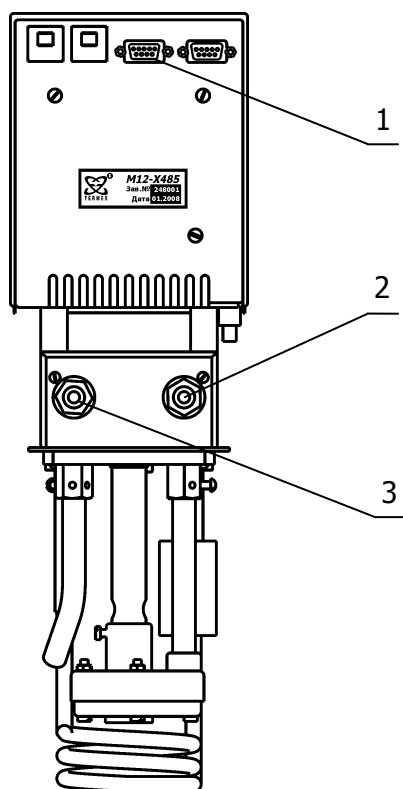
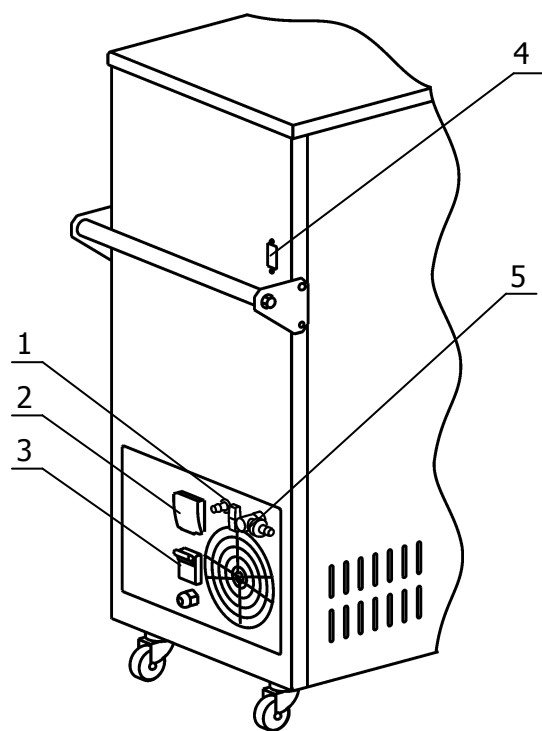

Рисунок 3 — Задняя панель блока регулирования температуры
Рисунок 4 — Боковая панель корпуса термостата
2.2.4 К переливному патрубку 1 (рисунок 4) присоединить сливной шланг. Противоположный конец шланга опустить в емкость объемом не менее 1.5 л. Это необходимо для предотвращения разлива теплоносителя, вытесняемого при нагревании из-за его температурного расширения или при заполнении ванны.
2.2.5 Для работы термостата без внешнего потребителя соединить шлангом-перемычкой из комплекта поставки термостата подающий 2 и возвратный 3 патрубки для подключения внешнего потребителя (рисунок 3). Закрепить перемычку на штуцерах, используя хомуты из комплекта поставки термостата.
2.2.7 Заполнить термостат теплоносителем через отверстие в крышке, учитывая диапазон применения (1.2.6). Жидкость следует наливать (доливать) в ванну термостата до момента начала ее слива из переливного патрубка 1 (рисунок 4).
2.2.9 Вставить вилку шнура питания блока регулирования температуры в розетку 2 (рисунок 4). Соединить кабелем из комплекта поставки блок регулирования (разъем 1, рисунок 3) и холодильную машину (разъем 4, рисунок 4). Шнур питания термостата подключить к питающей сети напряжением 220 В, при этом автоматический выключатель 3 (рисунок 4) должен быть выключен.
2.2.10 Автоматический выключатель 3 перевести в положение включено (рисунок 4).
2.2.11 При проведении работ по очистке термостата, слить теплоноситель через сливной кран 5 (рисунок 4).